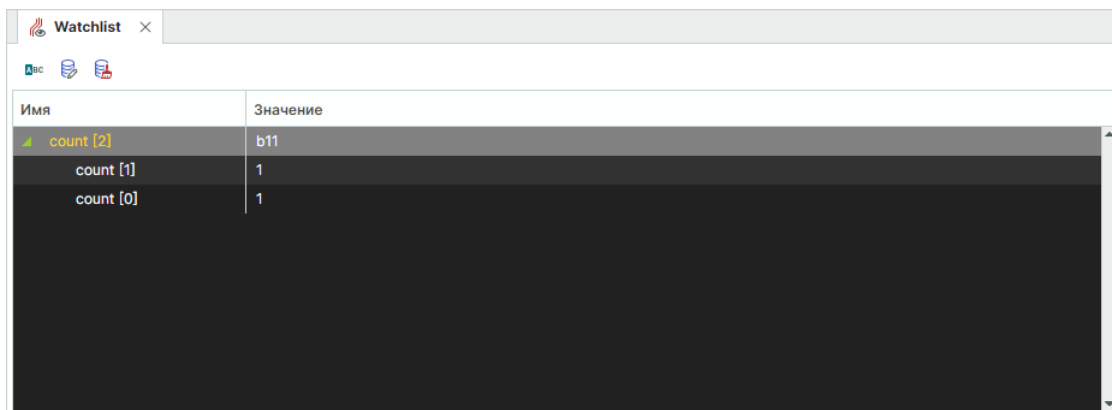

Рис. 54 Список отображаемых данных
5. Данные будут обработаны и отображены в окне списка наблюдений, см. Рис. 54.